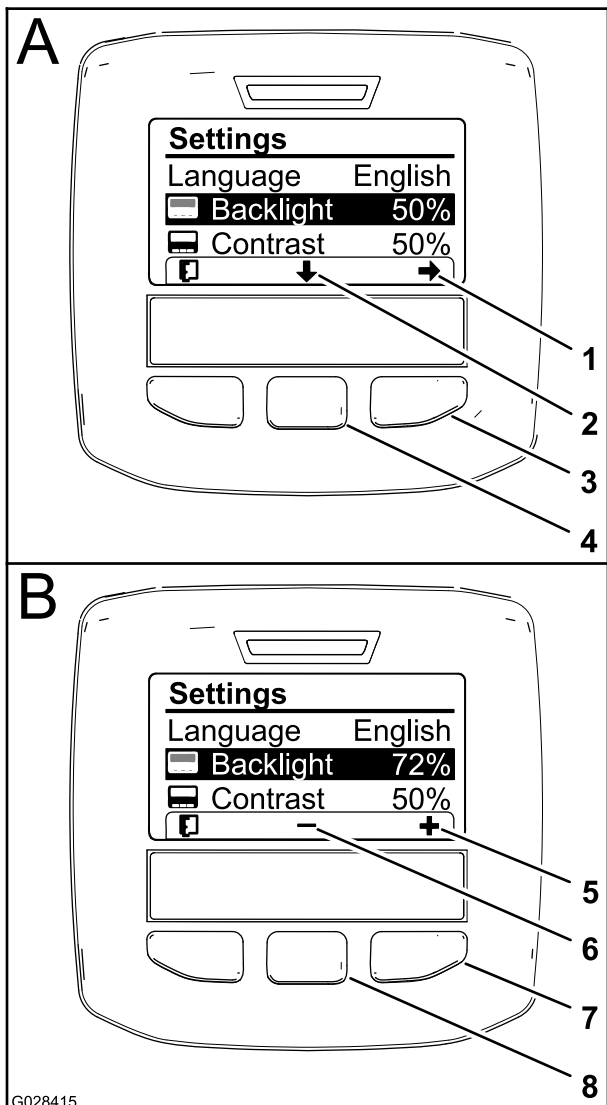

Bild 63
Symbol auf dem Display), um die ausgewählte Option nach unten zur Einstellung für die Rückbeleuchtung zu verschieben (Bild 63).
- Drücken Sie die rechte Auswahltaste, um den Werteinstellungskontext anzuzeigen (Bild 63).
- Ändern Sie die Helligkeit des Displays mit der mittleren und rechten Auswahltaste (Bild 63).
- Drücken Sie die linke Auswahltaste (die Taste unter dem Listensymbol auf dem Display), um die Einstellung zu speichern, beenden das Menü „Rückbeleuchtung“ und gehen auf das Menü „Einstellungen“ (Bild 63) zurück.
- Drücken Sie zum Einstellen des Kontrasts auf dem Display die mittlere Auswahltaste (die Taste unter dem nach unten zeigenden Symbol auf dem Display), um die ausgewählte Option nach unten zur Einstellung für den Kontrast zu verschieben (Bild 63).
- Drücken Sie die linke Auswahltaste (die Taste unter dem Listensymbol auf dem Display), um die Einstellung zu speichern, beenden das Menü „Kontrast“ und gehen auf das Menü „Einstellungen“ (Bild 63) zurück.
- Drücken Sie die linke Auswahltaste, um das Menü „Einstellungen“ zu beenden und das Hauptmenü anzuzeigen (Bild 61 und Bild 63).
- Drücken Sie die linke Auswahltaste, um den Homebildschirm anzuzeigen (Bild 63).